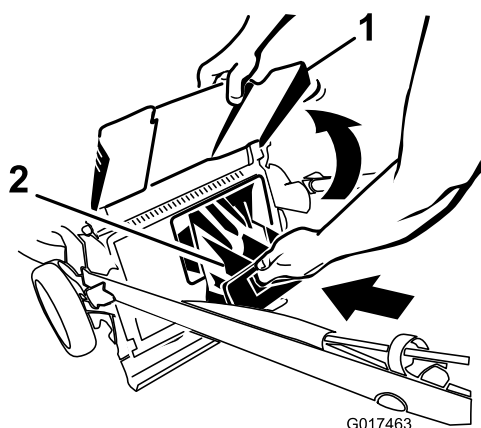

Figura 32
**Importante:** Asegúrese de que el tapón de descarga trasera está bloqueado en su sitio. Para bloquear el tapón: Levante la puerta de descarga (Figura 32), introduzca el tapón y presione firmemente hasta que encaje detrás de las pestañas, y gire la palanca del tapón a la izquierda (Figura 31).